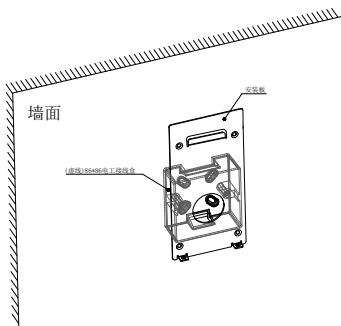

图 2-1
- 1、将安装板底部对齐电工接线盒底部，左右方向以中心对齐即两个配件相互居中，然后向下平移约23 mm，与墙靠平，如图2-1所示